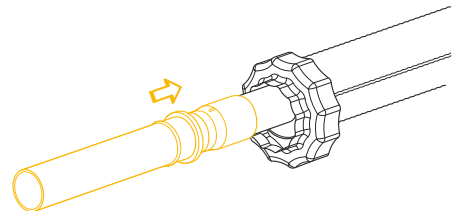

Рис. 4.6.4
5. Надвинуть фитинг с гильзой на торец напорной трубы до упора (рис. 4.6.4).